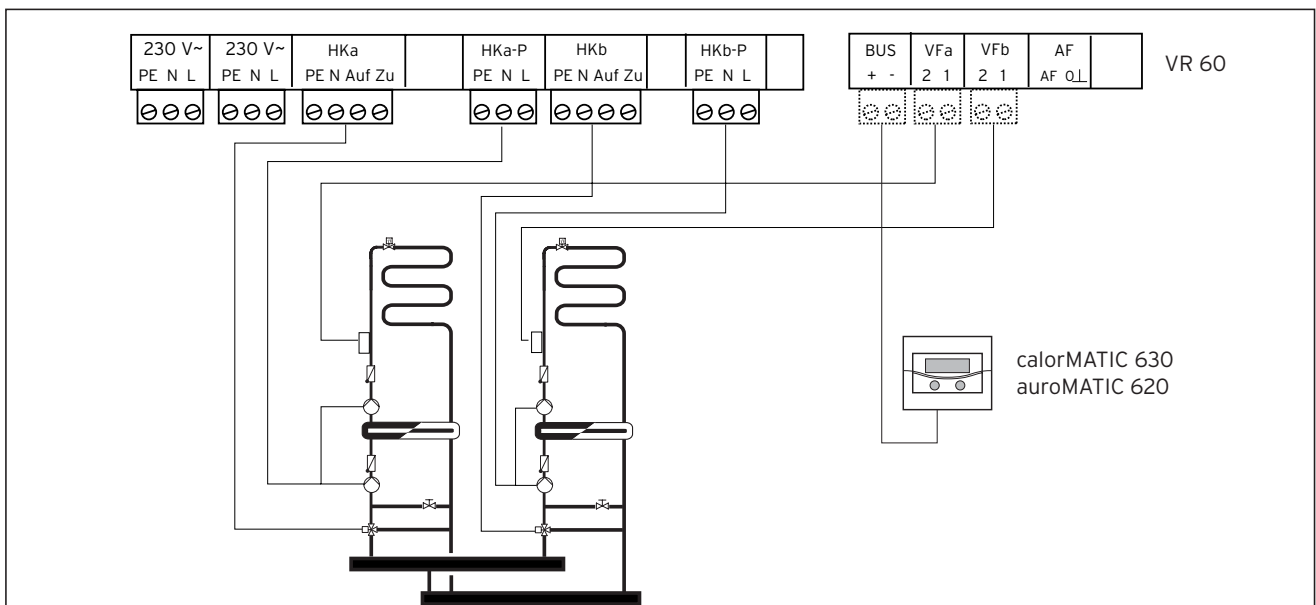

Fig. 4.2 Raccord du module du mélangeur
- Procédez au câblage de raccord du module du mélangeur selon la fig. 4.2.